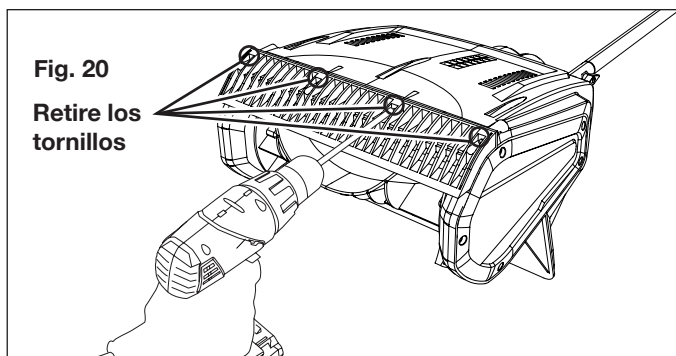

Fig. 20
1. Invierta la pala quitanieve. Usando un destornillador eléctrico, retire los cuatro (4) tornillos que aseguran la barra raspadora a la base de la unidad (Fig. 20).